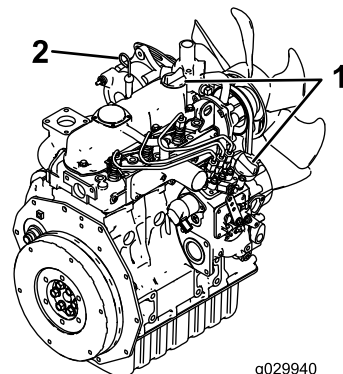

Figura 43
4. Limpie la zona alrededor de la varilla de aceite y el tapón de llenado de aceite (Figura 43).